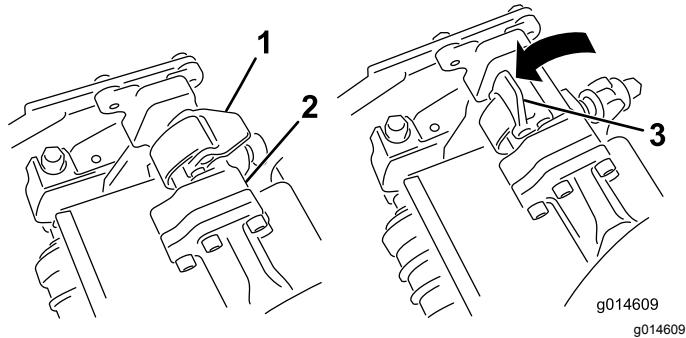
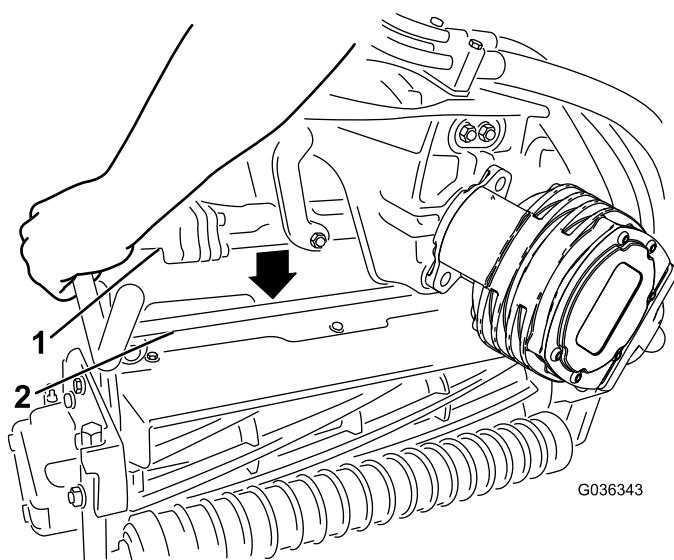

Рисунок 51
Рисунок 52
4. Когда защелки на штанге рычага подвески направлены вверх (т.е. открыты) (Рисунок 51), нажмите на рычаг подвески так, чтобы штанга села на поперечный стержень наверху режущего блока (Рисунок 52).
5. Опустите защелки и поверните вокруг стержня режущего блока и заблокируйте их (Рисунок 51).